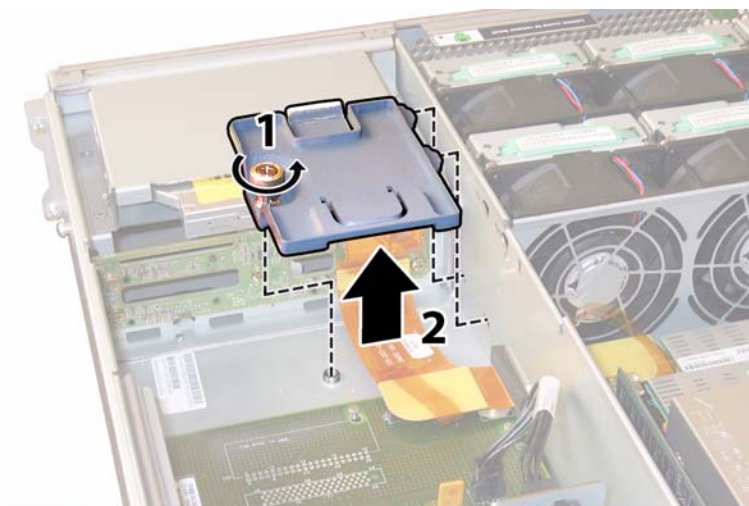

图 4-34 拆卸软线缆固定架
8. 旋下固定软线缆固定架的弹簧指旋螺丝，并将此固定架从机箱中卸下。请参见图 4-34。